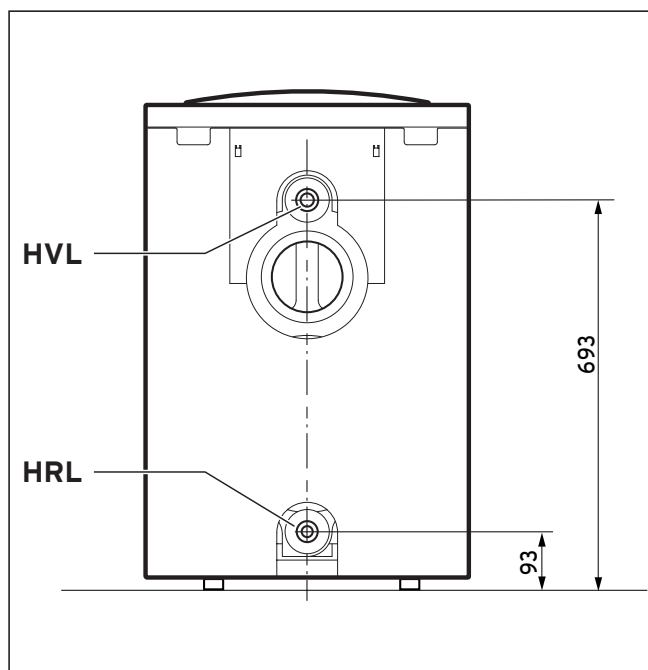

Рис. 4.1 Присоединение к системе отопления
- Подключите подающую и обратную линии системы отопления в соответствии с данными рис. 4.1.
#### Пояснения к рис. 4.1: